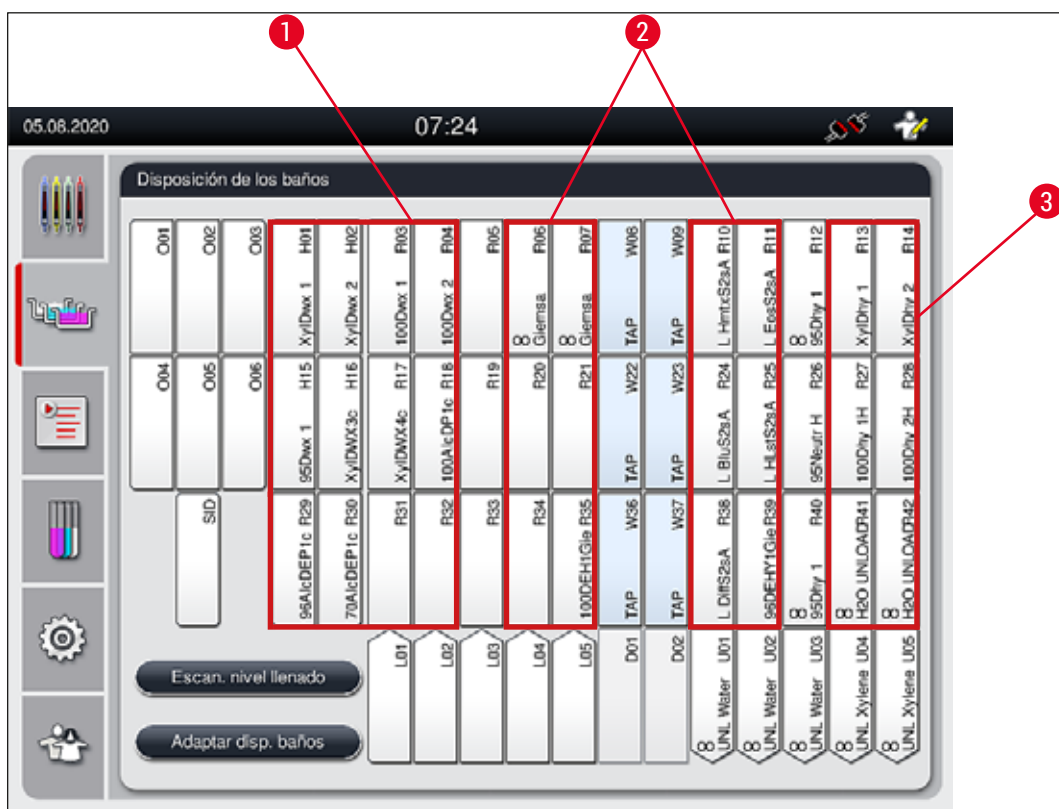

Fig. 40
- Los reactivos de tinción que requieren un paso de agua de enjuague posterior están situados junto a las cubetas de agua de enjuague (→ "Fig. 40").